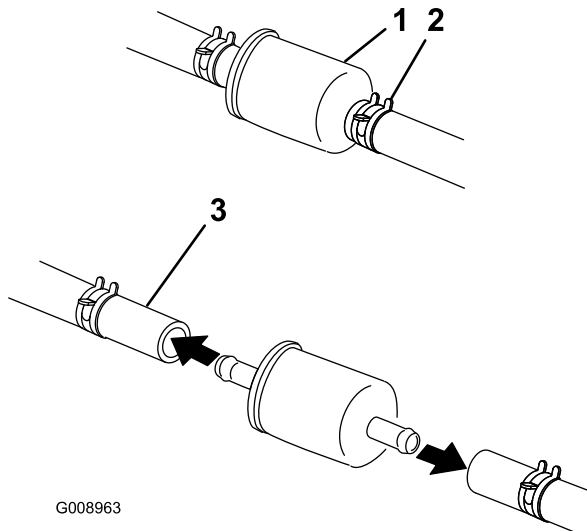

Figura 49
2. Limpie alrededor del tapón del depósito de combustible para evitar que entre suciedad en el depósito (Figura 49).
4. Apriete los extremos de las abrazaderas y deslícelas por el tubo alejándolas del filtro (Figura 49).